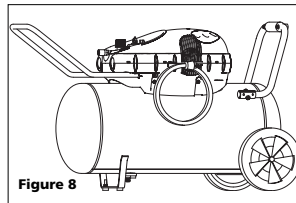

Figure 8
- Assembler le pied de caoutchouc avec une rondelle de 7,94 mm. Assembler le tube au réservoir tel qu'indiqué sous la figure 8. Fixer le tube avec des boulons de serrage de 7,94 mm. Resserrer bien avec les écrous de serrage de 7,94 mm.
2. Placer l'appareil en position horizontale tel qu'indiqué sous la Figure 8. Avec le compresseur hors circuit et la pression dissipée, purger